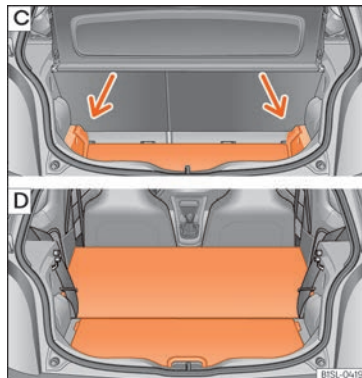

Fig. 97 Suelo variable del maletero: **C** ampliar el maletero hacia abajo; **D** ampliar el maletero hacia delante.
- Levante el suelo del maletero y empujelo hacia abajo en la guía **» fig. 97 C** [flechas].
- En caso necesario, sitúe el suelo del maletero en una posición inferior »» fig. 97 [C].
El maletero queda ampliado hacia delante »» fig. 97 [D].